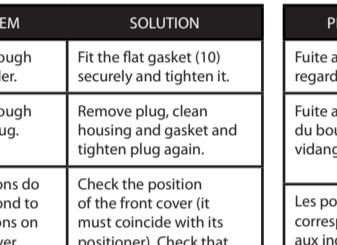

Fig.7
- Remove screws (20) and nuts (21) from the cover and remove the upper assembly.
- Check the condition of the O-ring (22) on the cover. If dirty, clean with water and replace if damaged. Place the O-ring on the valve cover after lubricating it with soapy water.
- Check the condition of the gasket attached to the distributor (14) and remove any dirt that may have accumulated in the area of the body where this gasket provides the seal.
- Assemble the upper assembly with the cover positioned so that the cover positioner lines up with the hole provided in the valve body Fig.7.
- Vérifier l'état du joint étoile (14) et enlever la saleté susceptible de se trouver sur la zone du corps où ce joint assure l'étanchéité.
- Monter la partie supérieure en positionnant le couvercle de façon à ce que le positionneur du couvercle coïncide avec l'orifice prévu sur le corps de la vanne, cf. fig. 7.
- Revisar el estado de la junta unida al distribuidor (14) y eliminar la suciedad que pueda haberse acumulado en la zona del cuerpo donde esta junta realiza la estanqueidad.
- Montar la parte superior con la tapa posicionada de forma que coincida el posicionador de la tapa con el agujero previsto en el cuerpo de la válvula Fig.7.